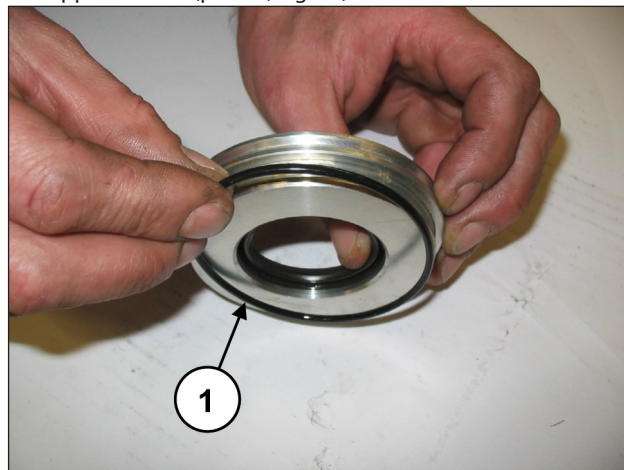
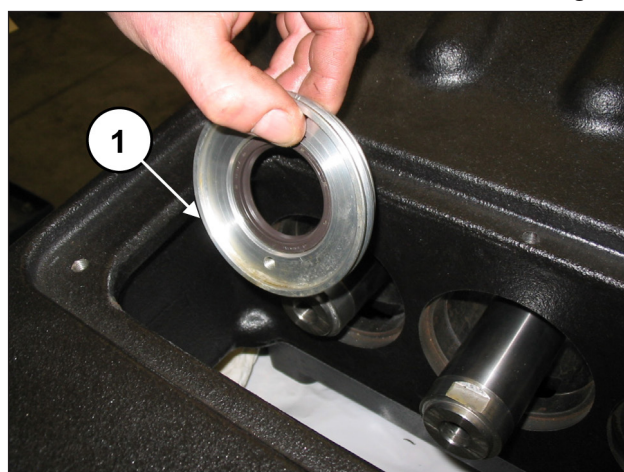

Fig. 95
Fig. 96
Posizionare l'O-ring (pos. ①, Fig. 95) nella sede del coperchio paraolio ed inserire il gruppo montato all'interno del carter nell'apposita sede (pos. ①, Fig. 96).